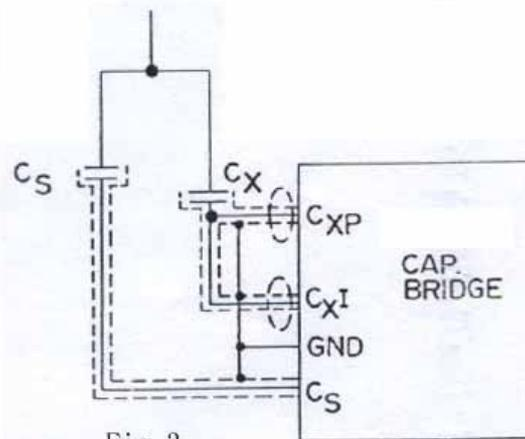

Fig. 3
测量大电容时，电容器的阻抗很小，因此接线阻抗不能忽略。标准电容器的接线阻抗低于标准电容器阻抗的 1×10^{-7} ，电流比较仪绕组的内部阻抗则为标准电容器阻抗的百万分之几。为了能在测量大容量时，保证测量精度，引线阻抗必须补偿。其接法如图 3 所示。
- ① 设置 C_s 的电容量为 C_s (1000pF or 100pF)
- ② 设置测量方式为: 4T
- ③ 按照图 3 进行接线。
- ④ 打开电源开关。
- ⑤ 打开电源开关。
- ⑥ 按照 3-4-(b) 步骤进行调节。
- ① 按图画进行接线。
- ② 按照表 3-2 选择合适的比例。
- ③ 为使互感器的影响减小到最小, 推荐按图 3 接线, 并采用绞线或同轴电缆。
- ④ 设置量程扩展器的比例和测试方式为 4T。
- ⑤ 打开电源开关
- ⑥ 施加试验电压。(在不知道的时候可以稍加一点电压)。
- ⑦ 调节 C_x/C_s 和介损盘, 是指零仪指示最小。